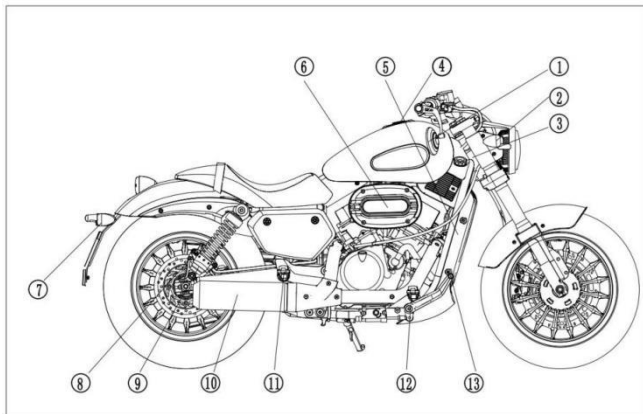
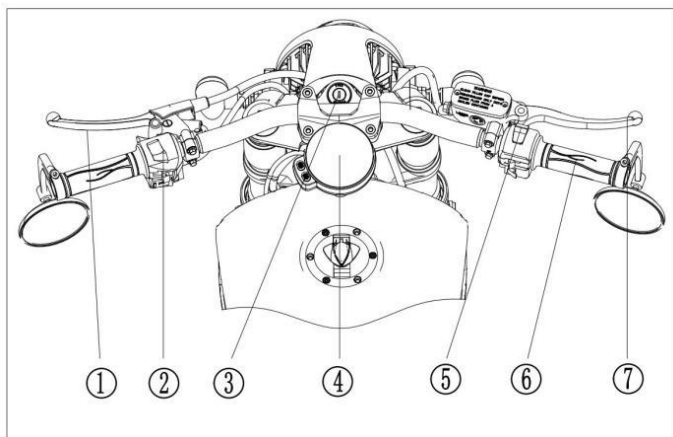

Fig.2
Fig.3
**2. (Fig. 2)**
- ① Specchietto retrovisore DX
- ② Indicatore di direzione singolo anteriore DX
- ③ Numero di telaio
- ④ Coperchio serbatoio
- ⑤ Targhetta
- ⑥ Filtro aria
- ⑦ Indicatore di direzione singolo posteriore DX
- ⑧ Pinza freno posteriore
- ⑨ Sospensione posteriore
- ⑩ Marmitta di scarico
- ⑪ Pedale posteriore DX
- ⑫ Pedale anteriore DX
- ⑬ Pedale del freno
**3. (Fig. 3)**
- ① Leva frizione
- ② Combinazione interruttore sinistro
- ③ Commutatore d'accensione